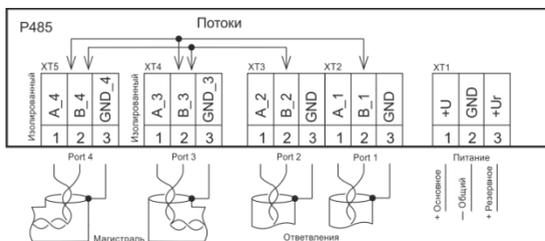

Рис. 5. Режим работы «Магистраль»
5.3 Режим работы «Магистраль» (см. рисунок 5)